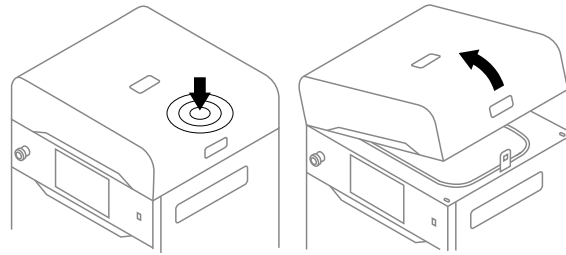

Abb. 5.3 Anheben des Druckerdeckels
8. Drücke den Deckel auf und ziehe ihn mit dem Deckelgriff nach oben (Abb. 5.3).